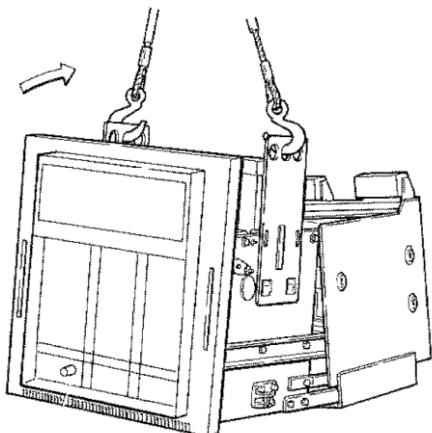
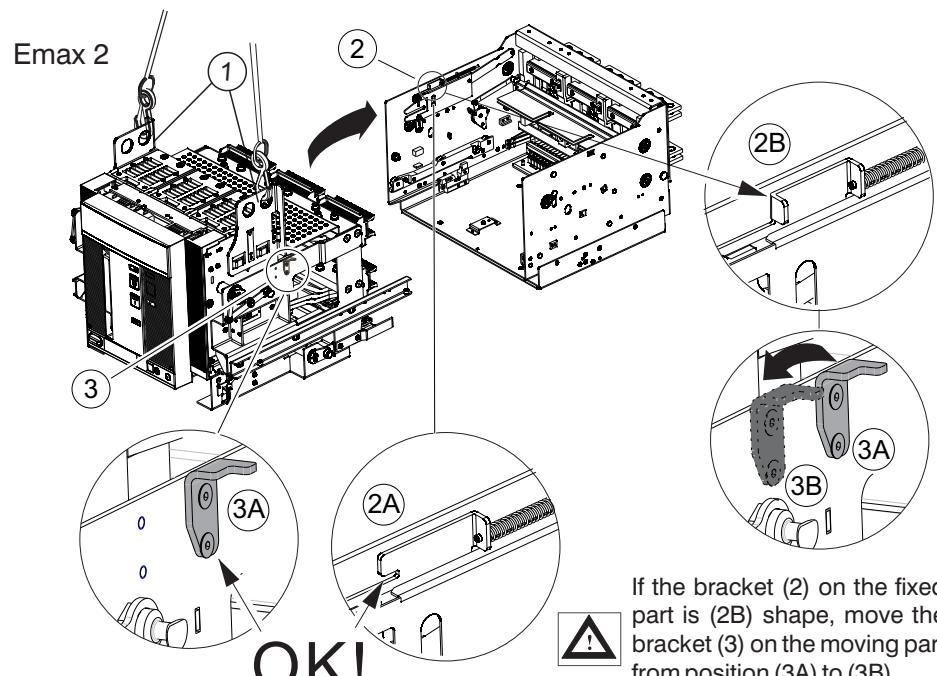

Fig. 12
Fig. 13
Sollevare la parte mobile e inserirla nelle guida della parte fissa inclinandola come indicato in fig.12/13.
Gli interruttori devono essere sollevati preferibilmente mediante apposito carrello elevatore. E' consentito tuttavia l'uso di funi. Verificare che la squadretta (3) sia montata come indicato (fig.13).
Il kit di retrofitting direct replacement (fig. 13) è corredato di apposite spalle (1) per il sollevamento.
Lift the moving part and fit it into the guides of the fixed part, tilting it as shown in fig. 12/13. The circuit-breakers should be lifted by lift truck. Use of ropes is, however, permitted. Check that the bracket (3) is mounted as indicated (fig.13).
The Direct Replacement retrofitting kit (fig. 13) has supports (1) allowing it to be lifted.
Den beweglichen Teil und in die Führungen des festen Teils einschieben, indem er wie in Abb. 12/13 gezeigt geneigt wird. Die Leistungsschalter sind vorzugsweise mit einem besonderen Gabelstapler zu heben. Die Verwendung von Seilen ist ebenfalls zulässig. Überprüfen Sie, ob die Halterung (3) wie angegeben montiert ist (bis.13).
Der Nachrüstsatz «direct replacement» (Abb. 13) verfügt über geeignete Schultern (1) zum Heben.
Soulever la partie mobile et l'introduire dans les glissières de la partie fixe, en l'inclinant comme indiqué dans la figure 12/13. Les disjoncteurs doivent être soulevés de préférence avec un chariot élévateur adéquat. L'emploi d'élingues-câbles est toutefois autorisé. Vérifier que le support (3) est monté comme indiqué (fig.13).
Le kit de mise à niveau «retrofitting direct replacement» (fig. 13) est doté d'épaules spéciales (1) de levage.
Elevar la parte móvil e inserirla en las guías de la parte fija, inclinándola como se indica en la fig.12/13. Efectuar la elevación de los interruptores en lo posible con una carretilla elevadora idónea. Está permitido de todos modos el uso de cuerdas. Compruebe que el soporte (3) esté montado como se indica (fig.13).
El kit de retrofitting direct replacement (fig. 13) está provisto de específicos apoyos (1) para la elevación.